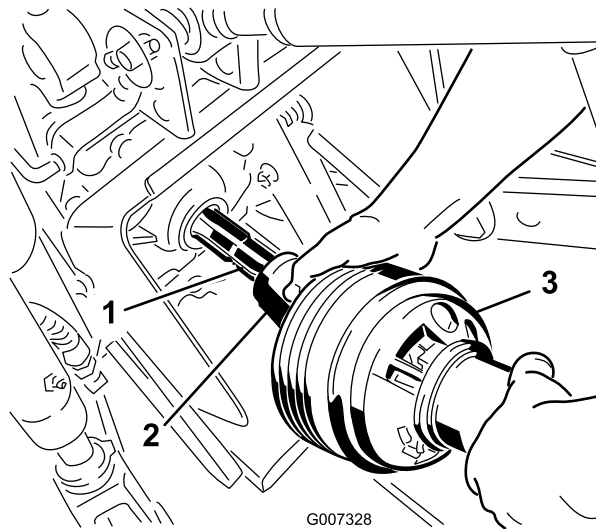

図 21
3. PTO シャフトをトラクタの PTO シャフトに接続する (図 21)。